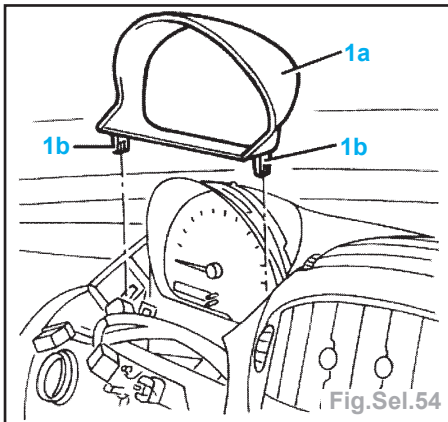

Fig.Sel.54
- la casquette de planche de bord (Fig. Sel.54),